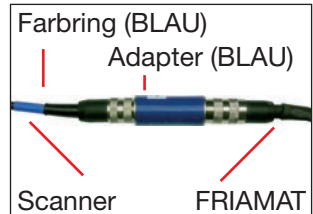

Abb. 3
- Das Scannerkabel mit Farbkennzeichnung (BLAU) und blauem Adapter an die FRIAMAT Datenleitung montieren (Abb. 3).